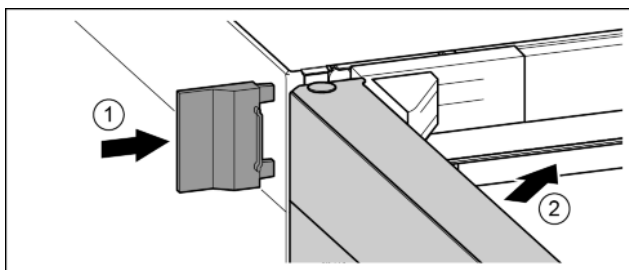

Fig. 24
- ▶ Buitenste afdekking erop schuiven. Fig. 24 (1)
- ▶ Bovenste deur sluiten. Fig. 24 (2)